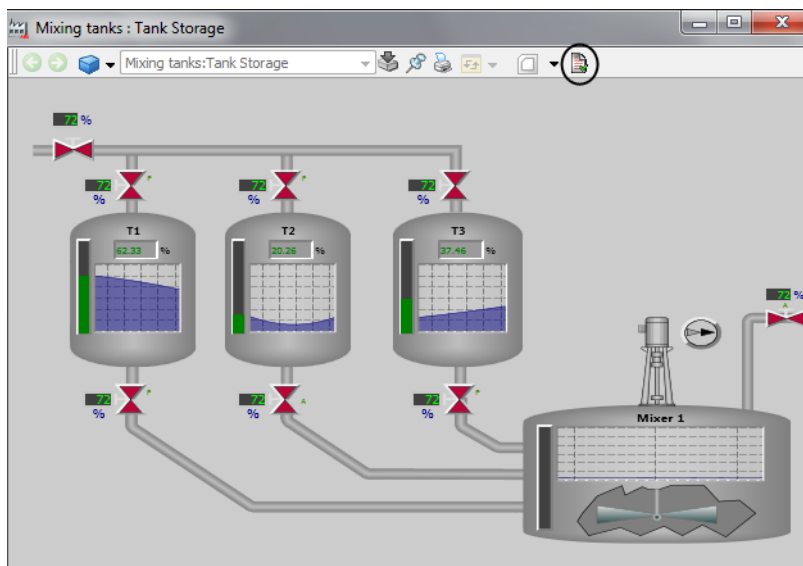

Abbildung 50. Anzeigeleiste eines Grafikaspekts
1. Klicken Sie  auf das Symbol in der Anzeigeleiste der Grafikaspekt-Vorschau wie in Abbildung 50 gezeigt.